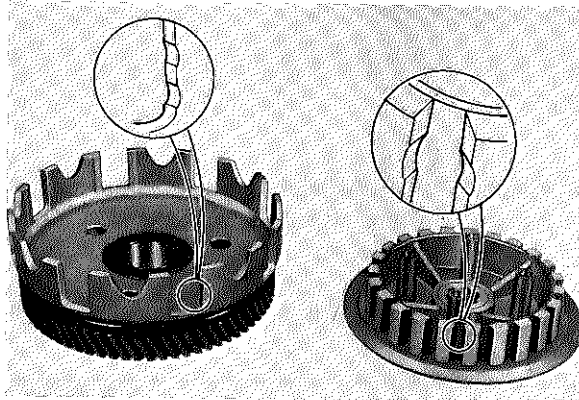

Fig. 3-3-26
8. Check dogs on driven gear (clutch housing). Look for cracks and signs of galling on edges. If moderate, deburr. If severe, replace. (Fig. 3-3-26)
8. Examiner les tenons de la cloche d'embrayage pour voir s'ils ne sont pas fissurés et si leurs bords ne sont pas ébréchés. S'ils ne sont que légèrement endommagés, ébarber. Remplacer en cas de dommage sérieux (Fig. 3-3-26).
8. Klauen am Abtriebsrad (Kupplungsgehäuse) prüfen. Kanten auf Abrieb und Risse untersuchen. Falls mäßige Fehler vorhanden sind, Kanten entgraten; bei ernsthaften Fehlern, ersetzen. (Fig. 3-3-26)